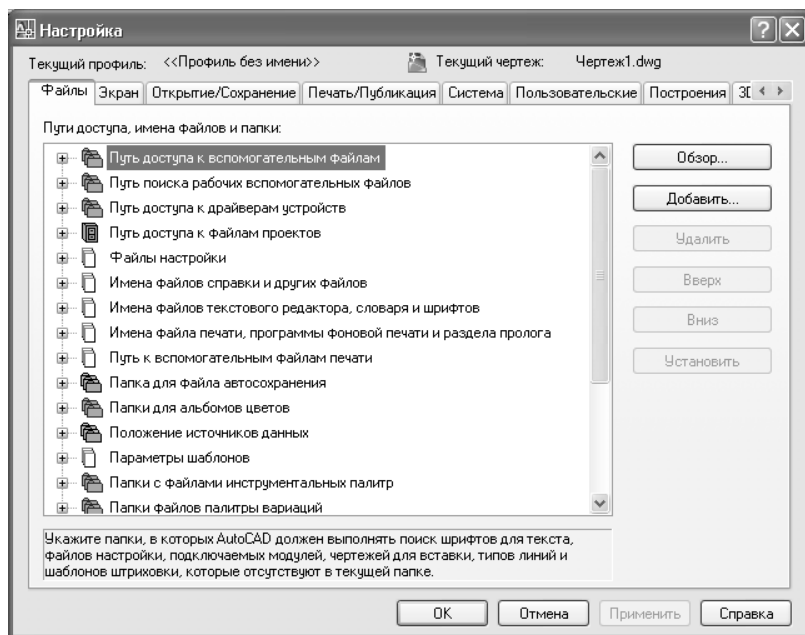

Рис. 1.4 ▼ Вкладка **Файлы** (Files) диалогового окна **Настройка** (Options)
1. Выберите из меню команду **Инструменты** ⇒ **Настройка** (Tools ⇒ Options). Откроется диалоговое окно **Настройка** (Options), показанное на рис. 1.4, которое содержит десять вкладок.